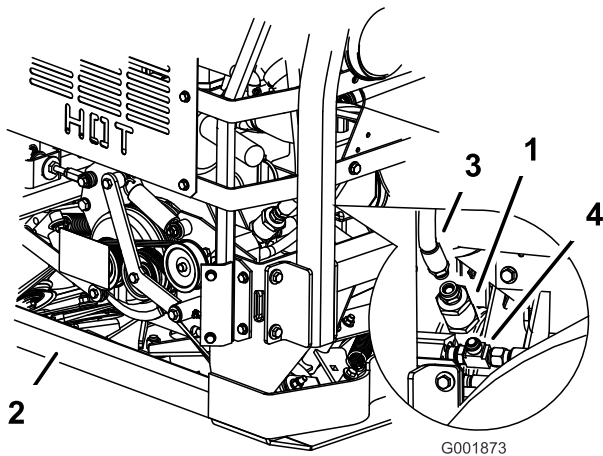

Figure 77
1. Placez un bac de vidange sous le filtre puis débranchez le flexible hydraulique du filtre (Figure 77).
2. Déposez le filtre hydraulique du ventilateur de refroidissement du raccord en T au bas du filtre (Figure 77).
3. Montez le filtre sur le raccord en T en bas et sur le flexible hydraulique en haut (Figure 77).